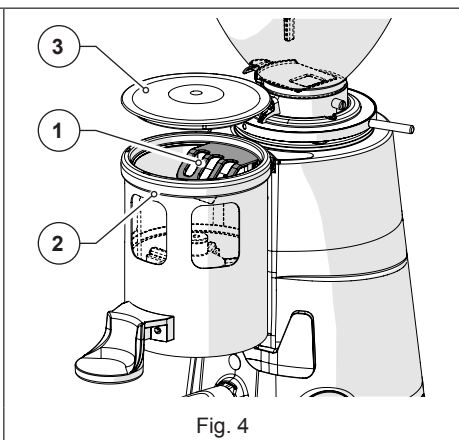

Fig. 4
- **Proteção saída café nos moinhos-doseadores (Fig. 4)**